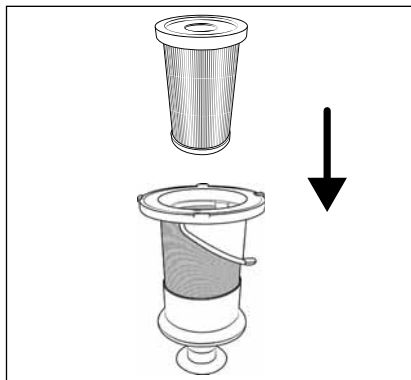

Rys. 23
❶ Wskazówka
- Podczas czyszczenia filtra ze stali nierdzewnej ❸ uważaj na to, aby nie zgubić gumowego króćca z dolnego otworu.
- 6) Włóż filtr ze stali nierdzewnej **6** do pojemnika na pył **7** i dociśnij go do końca w dół (patrz rys. 23). Zwróć przy tym uwagę na różne rozmiary zaczepów na filtrze ze stali nierdzewnej **6**. Filtr ze stali nierdzewnej **6** może być dzięki tym zaczepom włożony do pojemnika na pył **7** tylko w jednej pozycji.